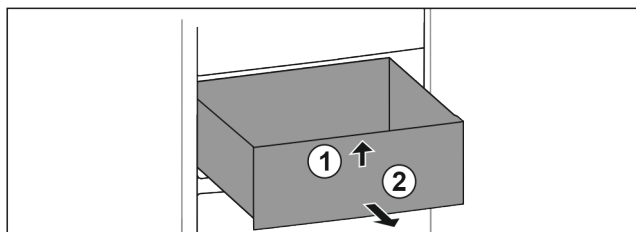

Fig. 59
- Soulever la partie avant du tiroir. Fig. 59 (1).
- Retirer le tiroir par l'avant. Fig. 59 (2)